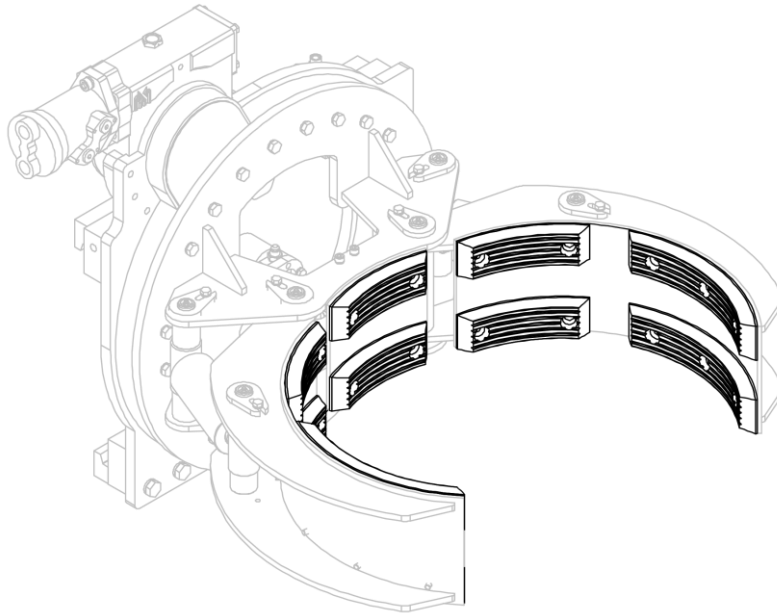
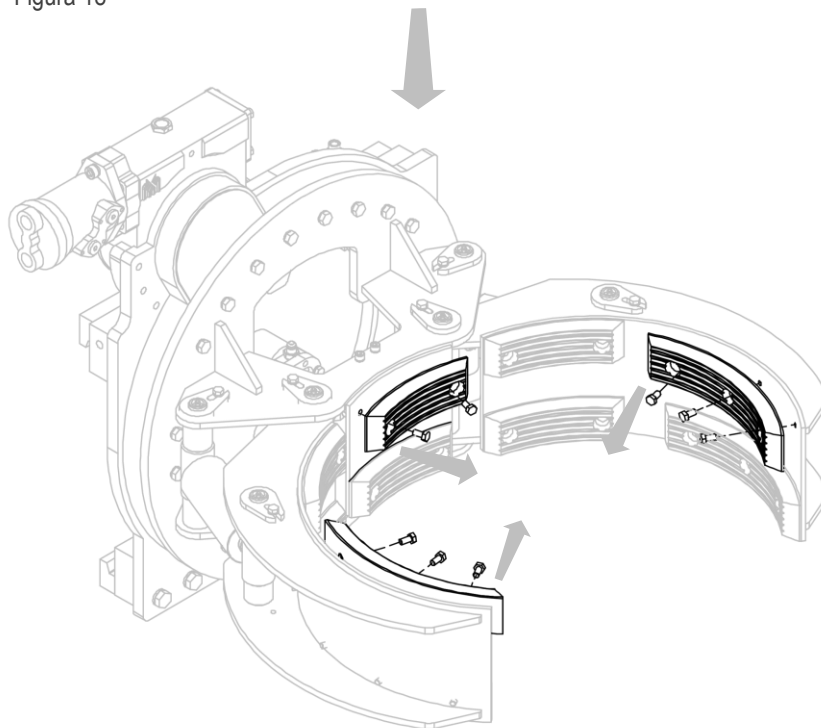

Figura 18
Figura 19
2. Retire las placas de goma después de quitar sus tornillos (mira *Figura 18* y *Figura 19*).